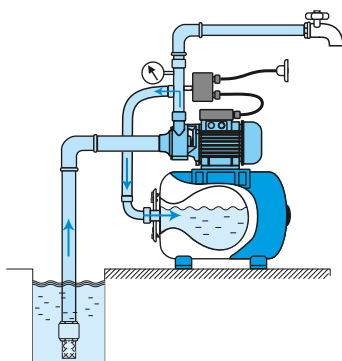

Рис.7 После успешного запуска можно перекрыть воду на выходе из напорной магистрали.
2. Вращением гайки(3) одновременно регулируется давление пуска (нижняя настройка) и давление отключения (верхняя настройка). Вращение по часовой стрелке одновременно увеличивает обе настройки, вращение против часовой стрелки – уменьшает.
3. Вращением гайки(4) регулируется разность между нижней и верхней настройкой. При этом нижняя настройка не меняется, а меняется значение верхней настройки. Вращение по часовой стрелке увеличивает значение верхней настройки; против часовой стрелки – уменьшает.
4. Значения настроенных давлений контролируются по манометру при закрытии и открытии вентиля 5 в напорной магистрали (рис.7).